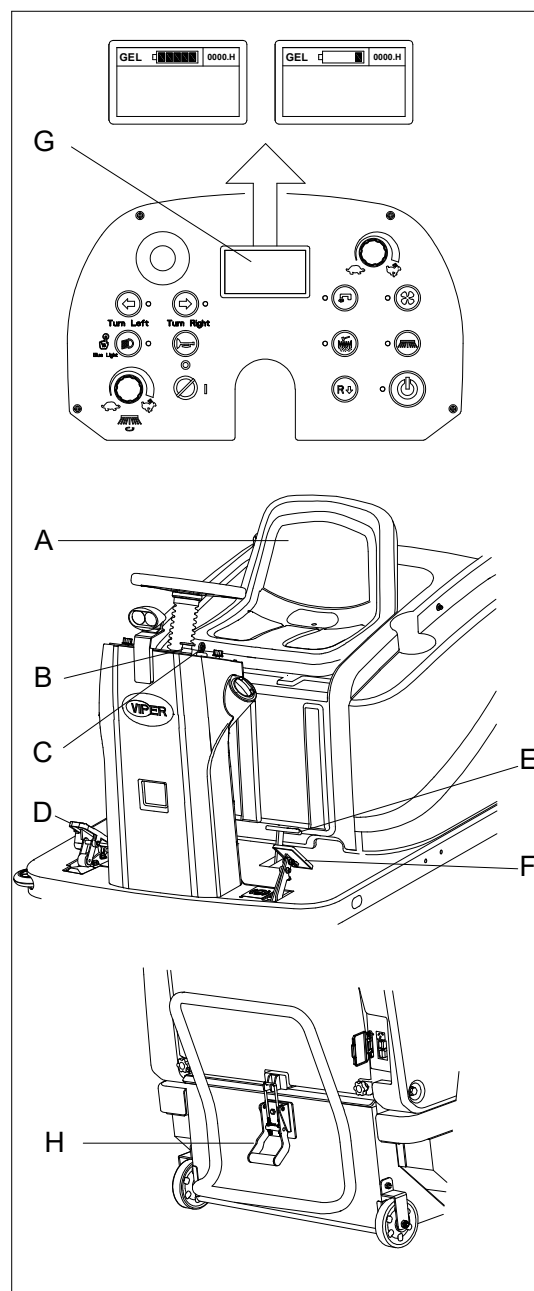

Figura 9
2. Siéntese en el asiento (A, figura 9), inserte la llave de encendido (J, figura 9) y ponga en marcha la máquina. (Véase el procedimiento en el párrafo siguiente)
3. Controle el nivel de la batería. Si el icono de la batería en la pantalla LCD (G, figura 9) es de 5 bares, las baterías están completamente cargadas para su uso. Si es de 1 bar o menos, las baterías deben cargarse antes de su funcionamiento. [Véase el capítulo Mantenimiento para cargar la batería].
4. Controle el freno de estacionamiento (F, Figura 9). El freno debe mantener su configuración (bloqueado) firmemente sin ser desenganchado fácilmente (informe inmediatamente de cualquier defecto al Centro de Asistencia de Nilfisk).
5. Controle el correcto funcionamiento del pedal de aleta (E, Figura 9).
6. Pulse el pedal de aceleración (D, Figura 9) ligeramente y desengánchelo para controlar que la máquina puede orientarse hacia adelante y detenerse.
7. Para mayor seguridad, compruebe que la máquina puede detenerse de inmediato al presionar el botón de emergencia (B, Figura 9). Gire el botón de emergencia para reiniciarlo.
9. Asegúrese de que el cajón de residuos (H, Figura 9) está correctamente cerrado.